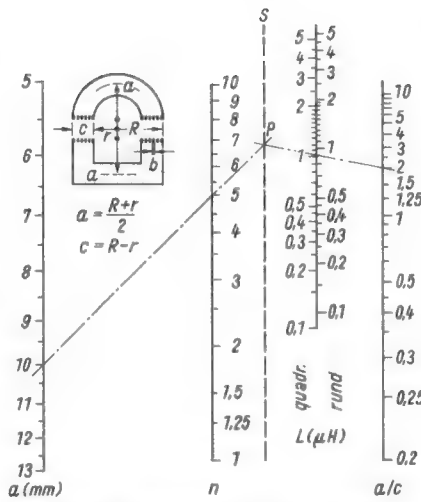

Bild 3. Nomogramm zur Berechnung ebener Spulen
H. E. Bryan hat empirische Formeln für runde sowie rechteckige Spulen ermittelt, die dem in Bild 3 gezeigten Nomogramm zugrunde liegen. Es gilt, unabhängig vom Basismaterial